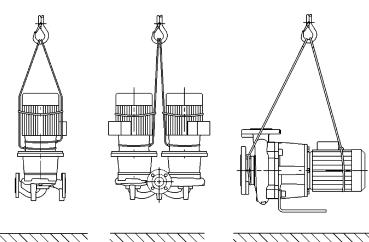

Fig. 7: Trasporto della pompa
- Gli occhioni per il trasporto presenti sul motore servono solo per introdurre le cinghie durante il sollevamento (Fig. 7).